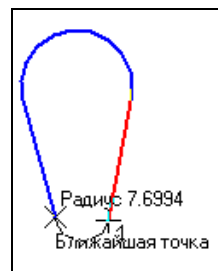

Рис. 5.18. Построение замкнутой кривой
- ♦ далее из конца дуги постройте второй отрезок, нажав кнопку **Отрезок**, из конца отрезка постройте дугу таким образом, чтобы получилась замкнутая кривая. У вас должно получиться, как на рис. 5.18.